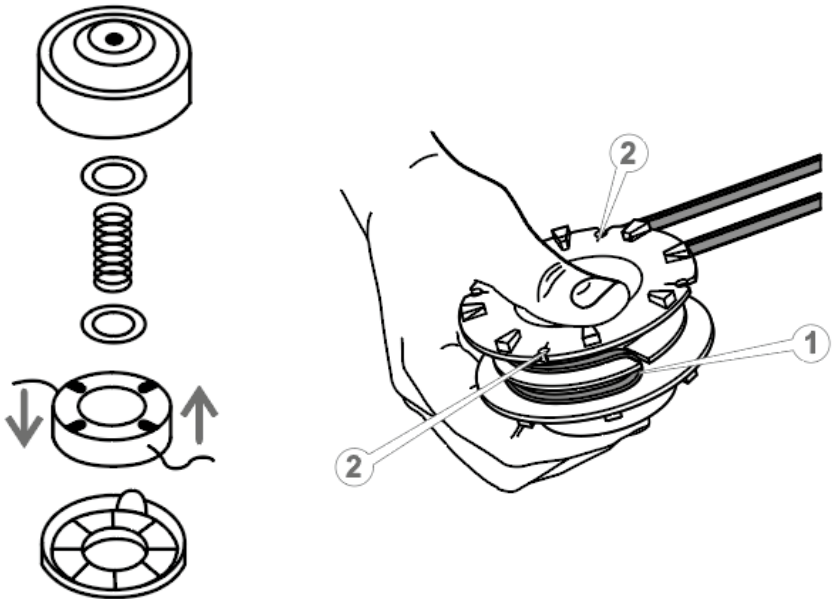

Рисунок 15. Схема заміни жилки у різальній головці.
- зняти кришку різальної головки й витягнути котушку (див. рис. 15);
- протягнути жилку на місці вигину у проріз (1, рис. 15) котушки;
- протягнути кінці жилки у прорізи (2, рис. 15) котушки і потім в отвори корпусу різальної головки.